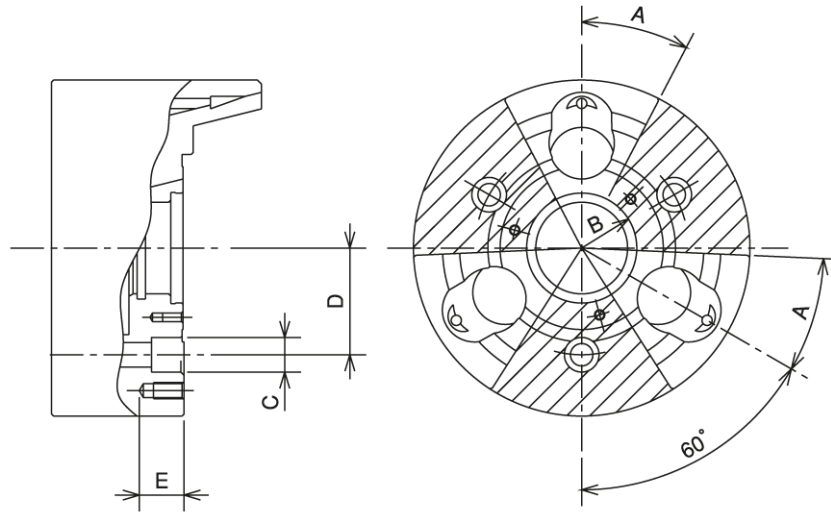

图 7
- 在卡盘体表面安装定位座或夹具时，请在图 7 所示的追加加工范围内进行攻丝或钻孔。